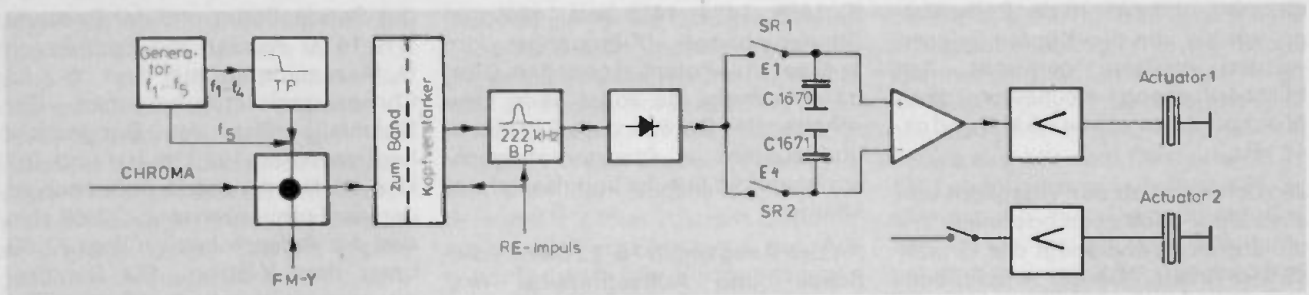

Bild 11 Blockschaltbild „Aufnahme“
a) Aufnahmeregulung (Blockschaltbild Bild 11)